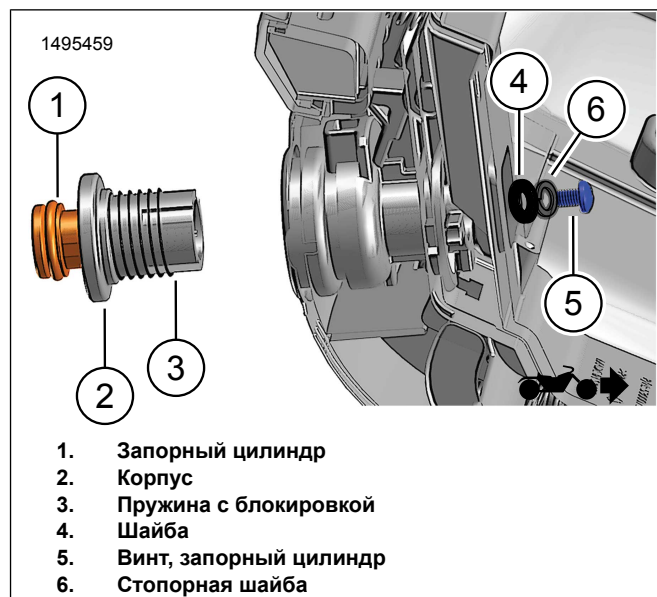

Рисунок 9. Установка замка для верхнего отделения
2. Рисунок 9 Установите корпус (2) и пружину с блокировкой (3) на запорный цилиндр (1).
4. Рисунок 9 Установите шайбу (4), стопорную шайбу (6) и винт (5). Затяните от руки.